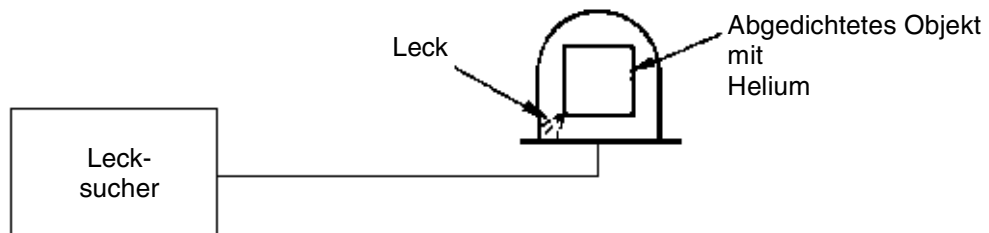

Abbildung C-3 Testobjekt mit Helium oder Gemisch aus Helium und anderen Gasen versiegelt: Bestimmung der Gesamtleckrate mit einer Glocke
C.6.3 Testobjekt bereits abgedichtet (Abbildung C-3)